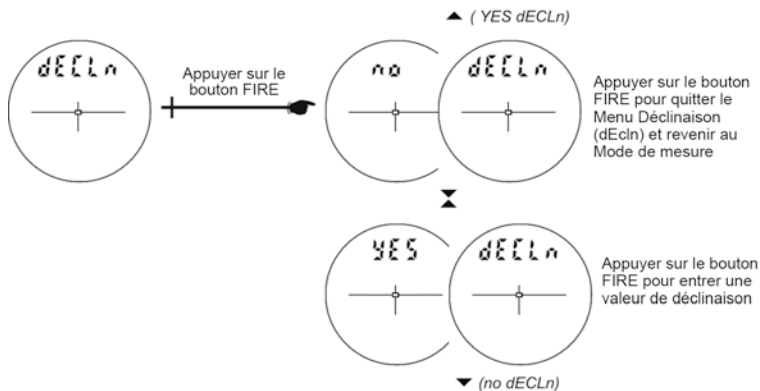

Figure 16
4. Appuyer sur le bouton  pour sélectionner l'option « H_Ang ». Le message « no » « dECLn » s'affiche sur l'écran principal et devrait apparaître comme l'illustre la Figure 16 (voir page suivante).